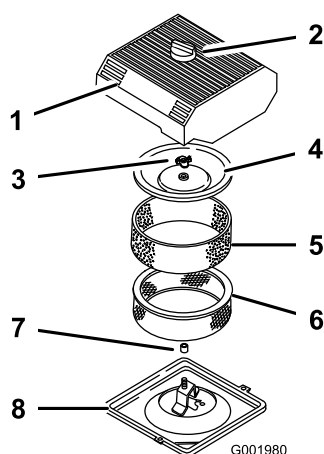

Figura 43
3. Para evitar qualquer dano, limpe à volta do filtro de ar para impedir a entrada de impurezas para o interior do motor (Figura 43).
4. Desaperte o botão existente na parte superior do filtro de ar e retire a cobertura (Figura 43).
5. Retire cuidadosamente o filtro de esponja, passando pelo filtro de papel (Figura 43).
6. Desaparafuse a porca da cobertura e retire a cobertura e o filtro de papel (Figura 43).
1. Coloque cuidadosamente o filtro de esponja, passando pelo filtro de papel (Figura 43).
3. Coloque a porca da cobertura e aperte contra a cobertura (Figura 43).